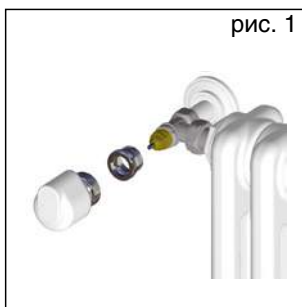

рис. 1
- Для установки головки на вентиль нужно снять пластиковую регулирующую ручку с корпуса вентиля, пластиковый кронштейн и завинтить адаптер код 1941 (Рис. 1).